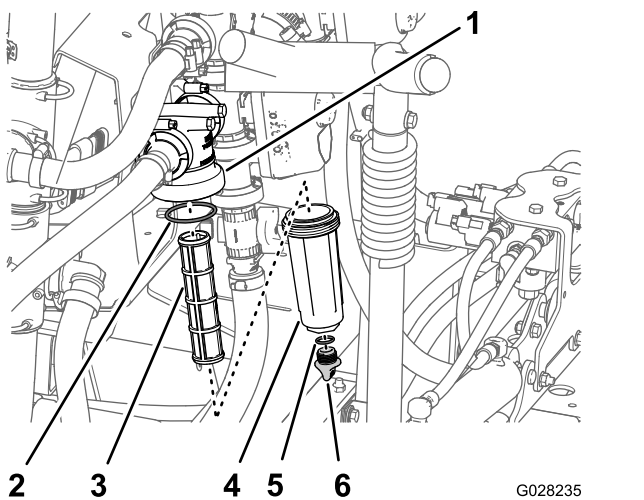

Bild 101
2. Stellen Sie eine Auffangwanne unter den Druckfilter (Bild 101).
- Drehen Sie die Ablassschraube nach links und nehmen sie von der Glocke des Druckfilters ab (Bild 101).
- Drehen Sie die Glocke nach links und nehmen sie vom Filterkopf ab (Bild 101).
- Entfernen Sie den alten Druckfiltereinsatz (Bild 101).
- Überprüfen Sie den O-Ring für die Ablassschraube (in der Glocke) und den O-Ring für die Glocke (im Filterkopf) auf Beschädigungen und Abnutzung (Bild 101).
- Setzen Sie den neuen Druckfiltereinsatz in den Filterkopf ein (Bild 101).
- Befestigen Sie die Glocke am Filterkopf und ziehen sie mit der Hand an (Bild 101).
- Setzen Sie die Schraube in die Schale ein und ziehen Sie sie mit der Hand fest (Bild 101).